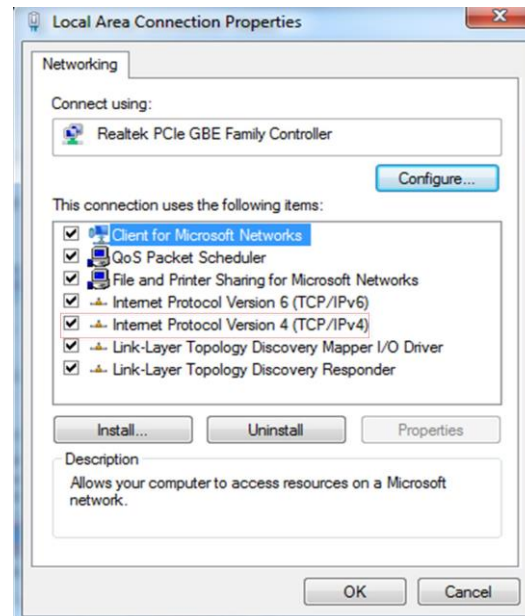

Figura 3-30
Passo 3: Clique em [Propriedades] e a caixa de diálogo de propriedades de conexão aparece, como mostrado na figura 3-30.